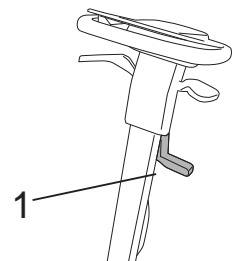

Fig.5
- Breng het zuigrubber omhoog met behulp van de hendel (Fig. 5-Ref.1).